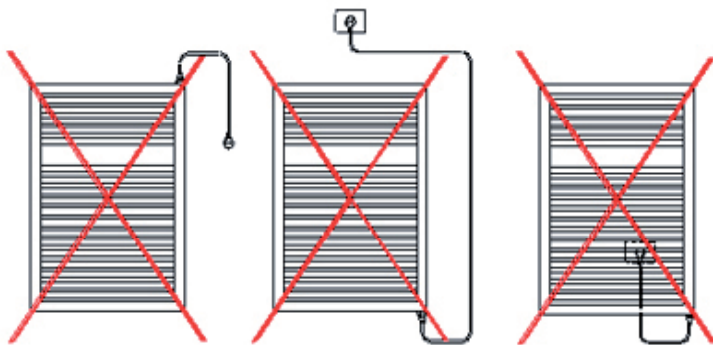

Fig. 2a
- Esempi di non corretta installazione dello scalda salviette con il TH-MIN (Fig. 2a).